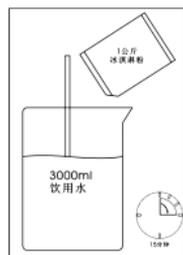

图21
1. 请按冰淇淋粉的配料方式进行操作，将冰粉缓缓倒入，同时不停搅拌，直至全部倒入，并搅拌均匀。(见图21)